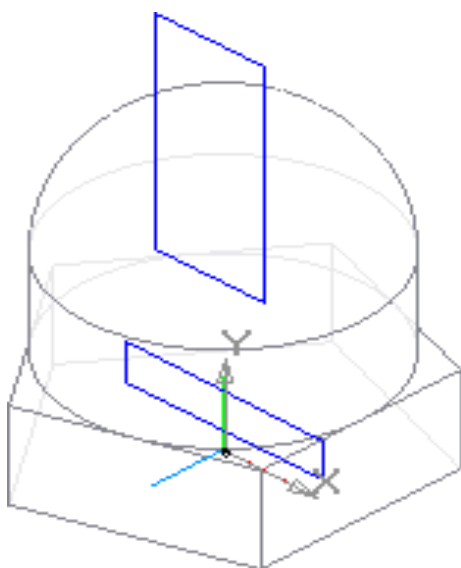

Рис. 5.37
10. Формирование вырезов также начинаем с эскизов, для которых конструктивной плоскостью будет координатная плоскость XY. В ней изображаем два прямоугольника (рис. 5.37).